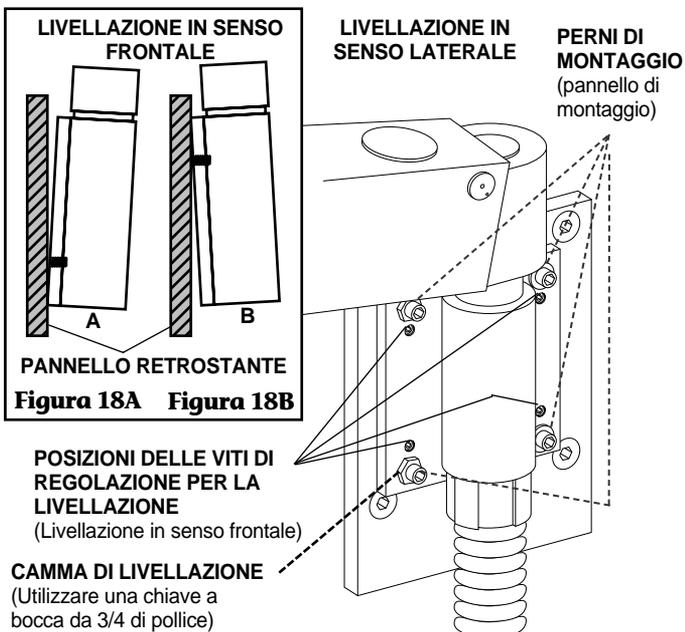

Figura 18. Livellazione del sistema montato a muro
Il sistema presenta due viti di regolazione per la livellazione. Queste viti possono essere posizionate sia nei fori delle viti di livellazione superiori che in quelli inferiori (*vedere la Figura 18 a pagina 20*).
3. Utilizzando una chiave a bocca da 3/4 di pollice, ruotare gradualmente la camma di livellazione (vedere la Figura 18) finché la regolazione è soddisfacente.